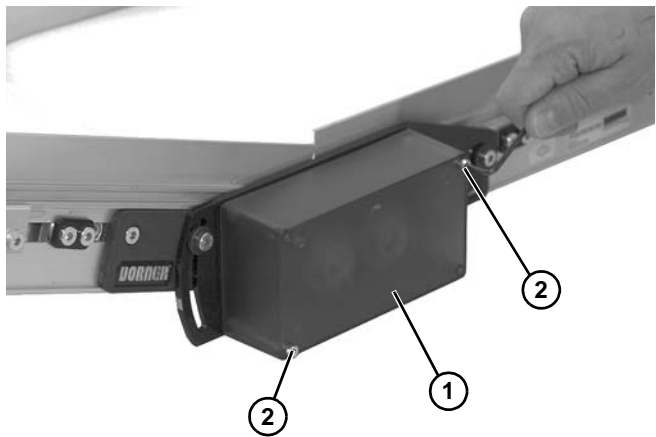

Figura 24
16. Instale la cubierta (Figura 24, artículo 1) y los dos tornillos (Figura 24, artículo 2). Apriete suficiente los tornillos para que la cubierta quede sujeta.